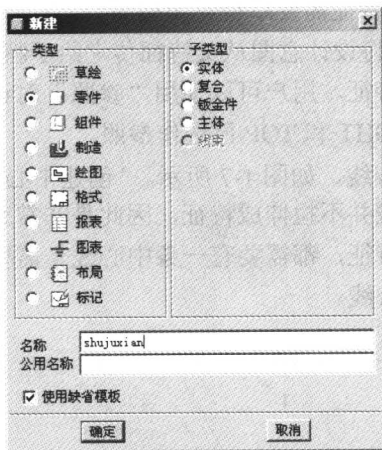

图 1-3 新建文件
(4) 输入“shujuxian”作为新零件文件的名称，然后单击“确定”按钮，如图 1-3 所示。
(5) 在弹出的“新文件选项”对话框中选择